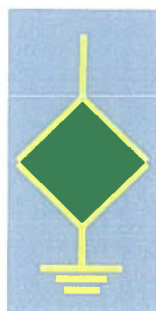

Fig. 7.89
- b. Pentru poziția „închis” a CLP-ului poate apărea o singură situație, cea prezentată în fig. 7.89: